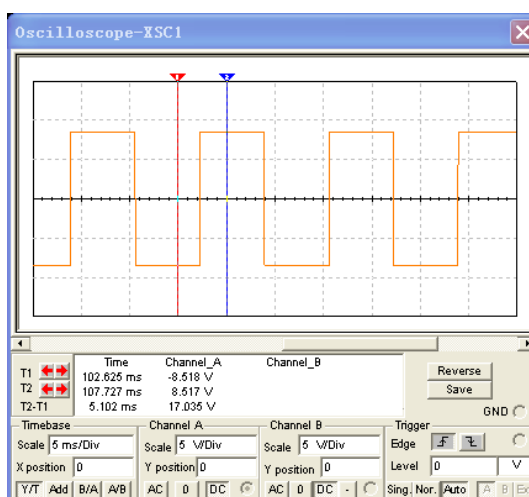

图 7.2 矩形波
(1) 将示波器通道 A 与输出电压 u_o 相连接；双击示波器图标，屏幕上弹出显示面板，如图 7.2 所示，从图中可知矩形波幅值 $U_{op-p}=17.035V$ 。